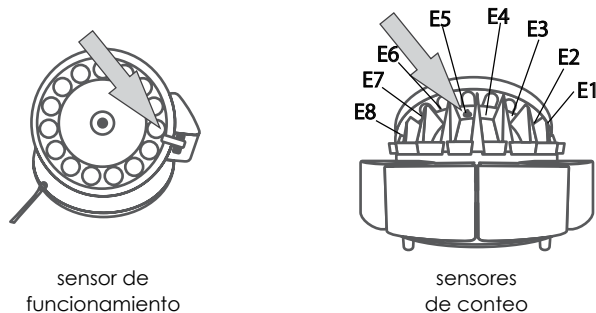

Figura 6 - Ubicaciones de los sensores
2. Limpie todos los sensores y otras piezas que presenten polvo con un removedor de polvo en aerosol Cassida y una escobilla CleanPro. Consulte la figura 6 para ver las ubicaciones de los sensores.